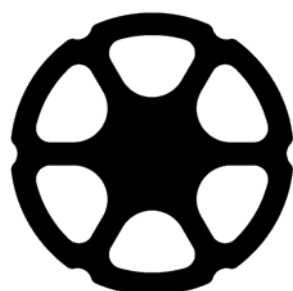

Fig. 7 Válvula Chemraz®, opcional
- CHEMRAZ® muestra seis muescas en el contorno exterior (véase la Fig. 7)